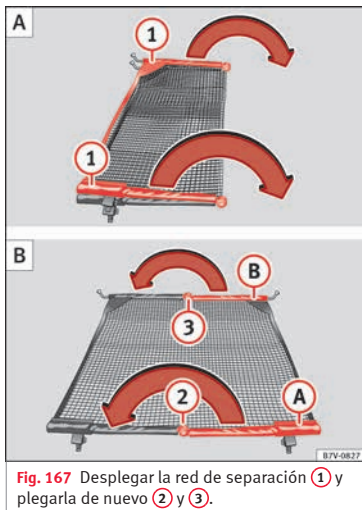

Fig. 167 Desplegar la red de separación ① y plegarla de nuevo ② y ③.
Desplegar totalmente las varillas transversales de la red de separación » **fig. 167** ① en la dirección de la flecha hasta que se oiga un “clic”.
- Pulse el botón de desbloqueo » » fig. 167 ② y pliegue la varilla (A) en la dirección de la flecha con el botón de desbloqueo pulsado.
- Pulse el botón de desbloqueo » » fig. 167 ③ y pliegue la varilla (B) en la dirección de la flecha con el botón de desbloqueo pulsado.